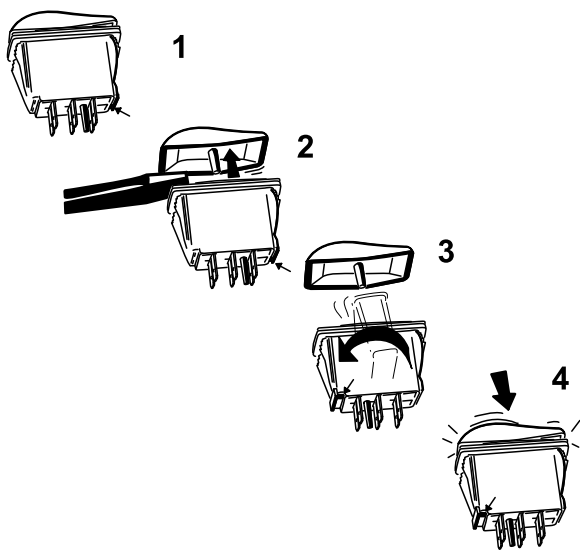

Figura 22
- B. Usando un destornillador de punta plana u otra herramienta similar, haga palanca suavemente para separar las tapas de los interruptores basculantes de los cuerpos de los interruptores (Figura 22).
C. Mantenga la posición de la tapa del interruptor y gire el cuerpo del interruptor 180 grados de modo que la muesca quede en la esquina delantera izquierda (Figura 22).
D. Presione las tapas de los interruptores para encajarlas en los cuerpos en su nueva orientación (Figura 22).